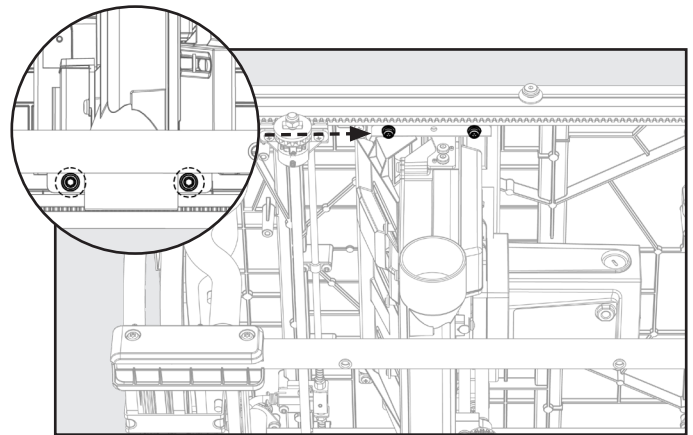

FIGURA 25
4. Usando una llave hexagonal de 5mm afloje los tornillos del muñón trasero 1/2 vuelta, que se encuentran debajo de la tapa de la mesa. Véase la Figura 25.